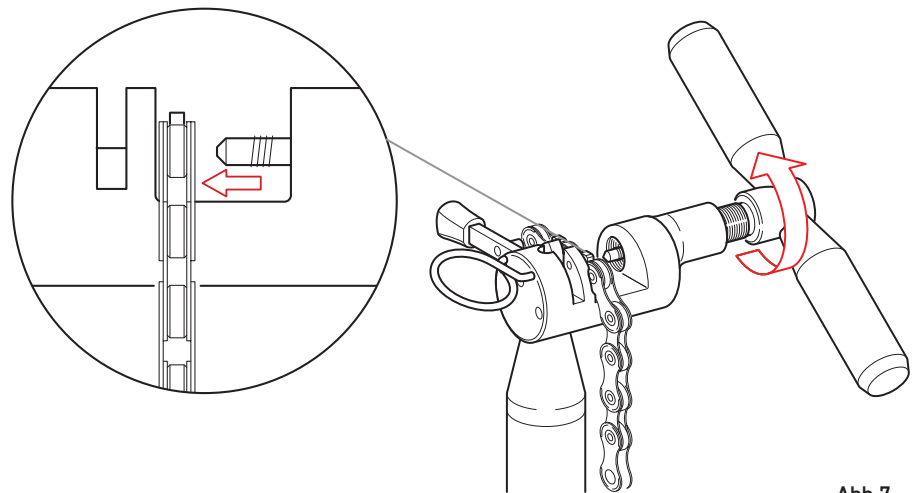

Abb.7
- Das Werkzeug soweit zuschrauben, bis der Niet vollständig aus dem Loch des Kettengliedes ausgetreten ist (Abb. 7).